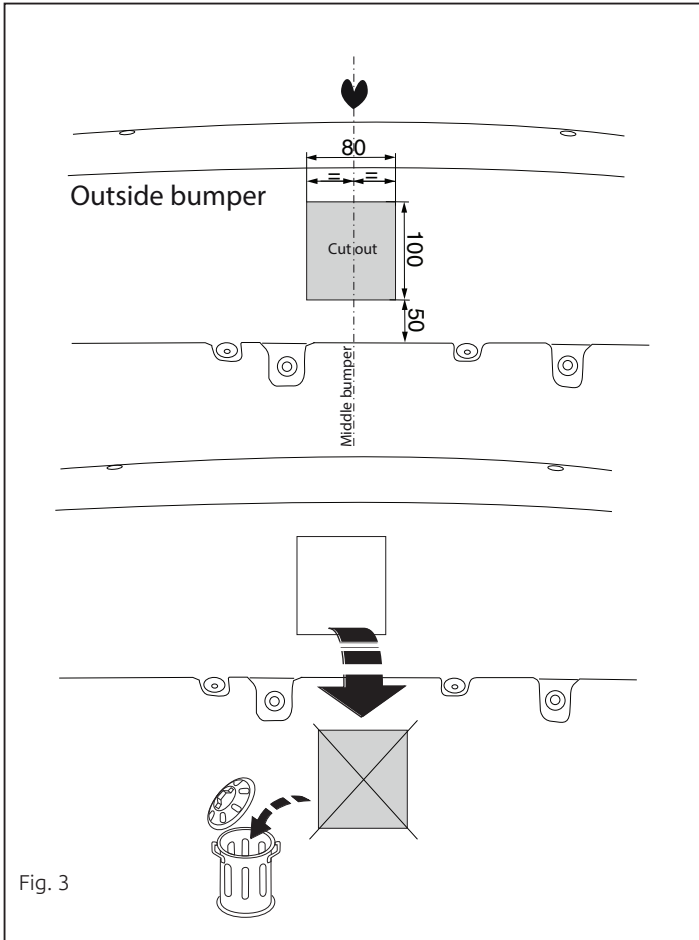

Fig. 3
6. Выпилить обозначенные части, как указано на рис. 3.